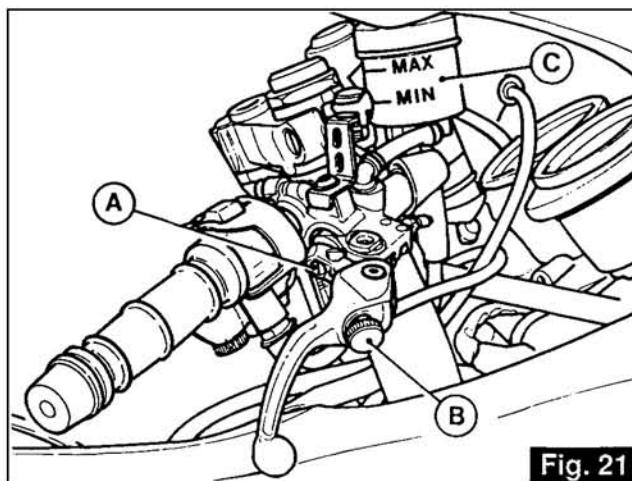

Fig. 21
5.2 RÉGLAGE DU LEVIER DE FREIN AV (fig. 21)
5.2 EINSTELLUNG DES VORDERRADBREMSEHEBELS (Abb. 21)